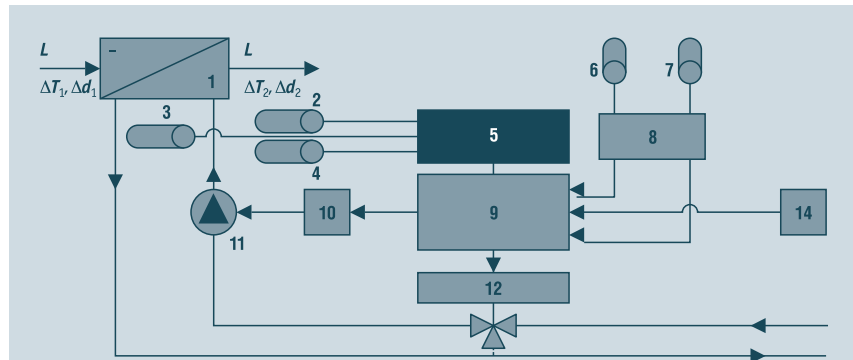

Рис. 4. Структурная схема автоматического регулирования воздухоохладителя
Результаты исследования статических и динамических свойств ВО как объекта автоматизации позволили разработать соответствующую схему регулирования. Структурная схема автоматического регулирования ВО изменением расхода хладоносителя (количественное регулирование) приведена на рис. 4.
В схеме рис. 4 количественное регулирование (изменением расхода рассола через ВО) осуществляется с помощью регулятора 9, представляющего собой цифровое устройство, функционирующее в соответствии со схемой [3]. На вход регулятора подаются преобразованные в блоке 8 значения параметров температуры и относительной влажности воздуха в энтальпию и влагосодержание. Схема измерительного преобразователя 8 функционирует в соответствии с [3]. Электропривод 10 рассольного насоса выполнен на основе преобразователя частоты, реализующего скалярное управление. Используя схему рис. 4, с учетом рекомендаций (4), можно осуществить помимо количественного регулирования производительности ВО также и качественное регулирование. При качественном регулировании используется управление трехседельным регулирующим клапаном 13 посредством редукторного электропривода 12. В результате такого регулирования изменяется температура рассола на входе в ВО.